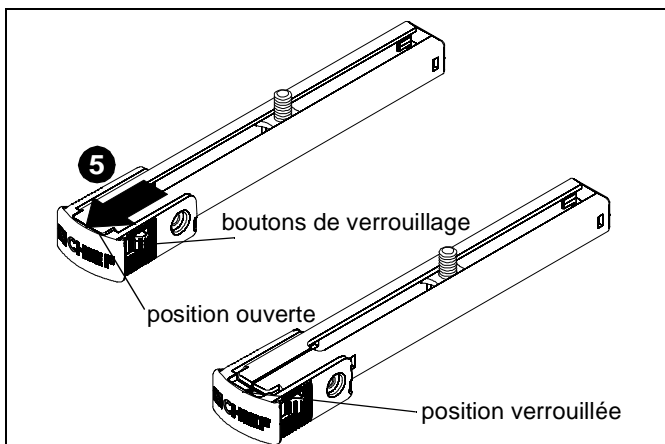

Figure 5
- Appuyez fermement sur les boutons de verrouillage situés sur le pied du SSBU/SSMU (C) en repoussant simultanément le couvercle enclipsé de la patte de fixation des montants coulissants fournis, jusqu'à ce que le couvercle enclipsé soit en position verrouillée. (Voir la Figure 5)